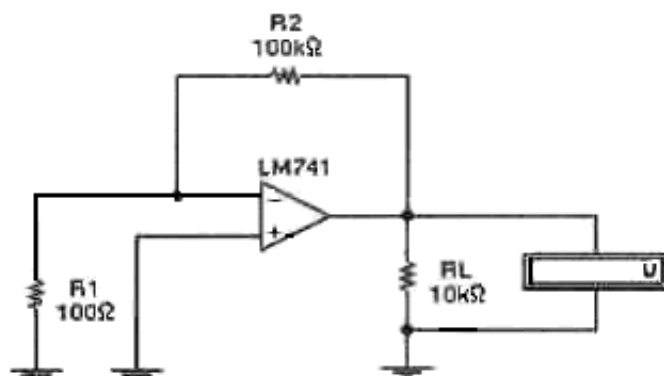

Рисунок 6.4 – Схема для измерения напряжения смещения ОУ
**Коэффициент усиления напряжения на постоянном токе  $K_U$**  - показатель ОУ, определяющий насколько хорошо выполняет ОУ основную функцию - усиление входных сигналов. У идеального усилителя коэффициент усиления должен стремиться к бесконечности. Коэффициент усиления напряжения схемы усилителя на ОУ (рисунок 6.4) вычисляется по формуле.